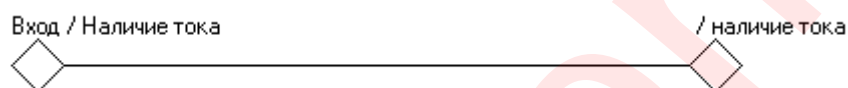

Рисунок 4.19 – Подключение сигнала наличия тока в редакторе СПЛ
– «Наличие тока» – сигнал наличия тока. Если значение тока больше 0,3 А, то считается что выключатель не отключился. Для оценки наличия тока нужно в редакторе СПЛ обязательно назначить датчик «Наличия тока» на логический вход «Наличие тока» (рисунок 4.19);